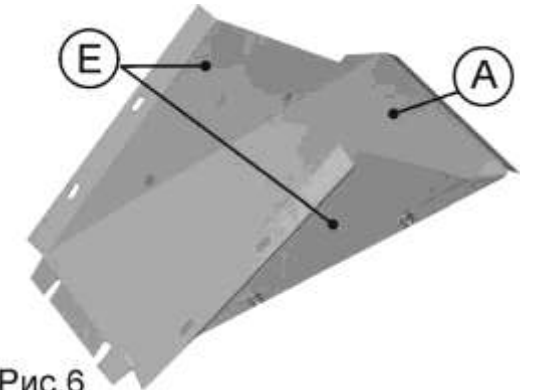
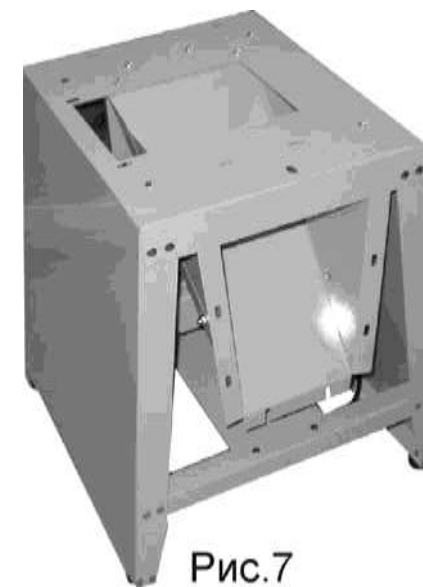

Рис.6
Рис.7
8.1.8. Соберите желоб, как показано на Рис. 6, закрепив к лотку (А) две косынки (F) при помощи болтов с квадратными подголовками, шайб и гаек.
8.1.9. Установите желоб, Рис. 6, внутри основания, как показано на Рис. 7, при помощи болтов с квадратными подголовками, шайб и гаек.